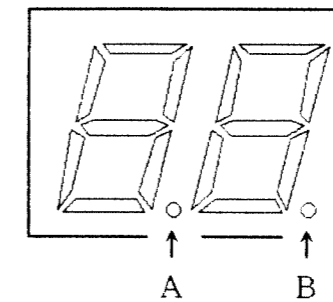

Fig. 4/図4
- 2-3 Insert the pedal switch into [BYPASS REMOTE] jack. Press the switch and verify that "A" portion in Fig. 4 is on.
- Insert the pedal switch into [MANUAL REMOTE] jack. Press the switch and verify that "B" portion in Fig. 4 is on.
- 2-3 フット・スイッチを[BYPASS REMOTE]ジャックに差し込み、フット・スイッチを踏んでいる間だけ、図4の[A]の部分が点灯し、次に、フット・スイッチを[MANUAL REMOTE]ジャックに差し込み、フット・スイッチを踏んでいる間だけ、図4の[B]の部分が点灯する事を確認して下さい。